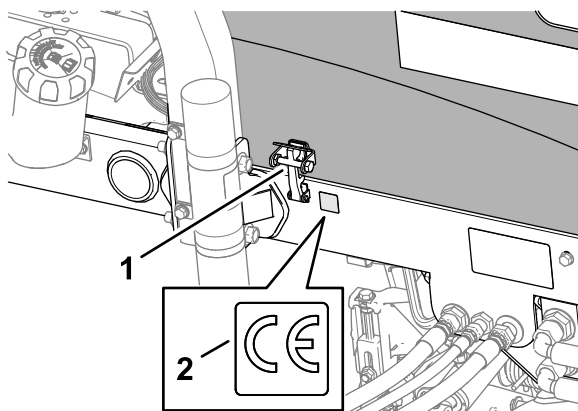

Figura 38
3. Curăți cu alcool cadrul din stânga, lângă mecanismul de blocare a capotei și lăsați cadrul să se usuce (Figura 38).
4. Îndepărtați suportul și aplicați autocolantul CE pe cadrul, așa cum se arată în Figura 38.